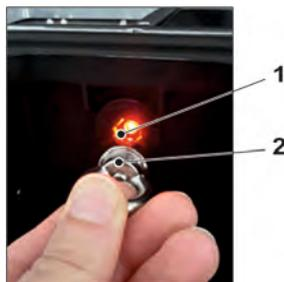

Fig. 31-1 Réveiller le NivuFlow Mobile
2. « Réveiller » le NivuFlow Mobile : tenir l'aimant fourni (Fig. 31-1 point 2) devant le contact Reed (Fig. 31-1 point 1 ; à l'avant du NFM) jusqu'à ce que la LED s'allume.